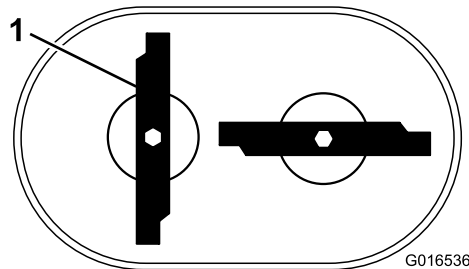

Рисунок 39
**Примечание:** Ножи должны быть расположены перпендикулярно, формируя перевернутую букву «Т», как показано на Рисунок 39.